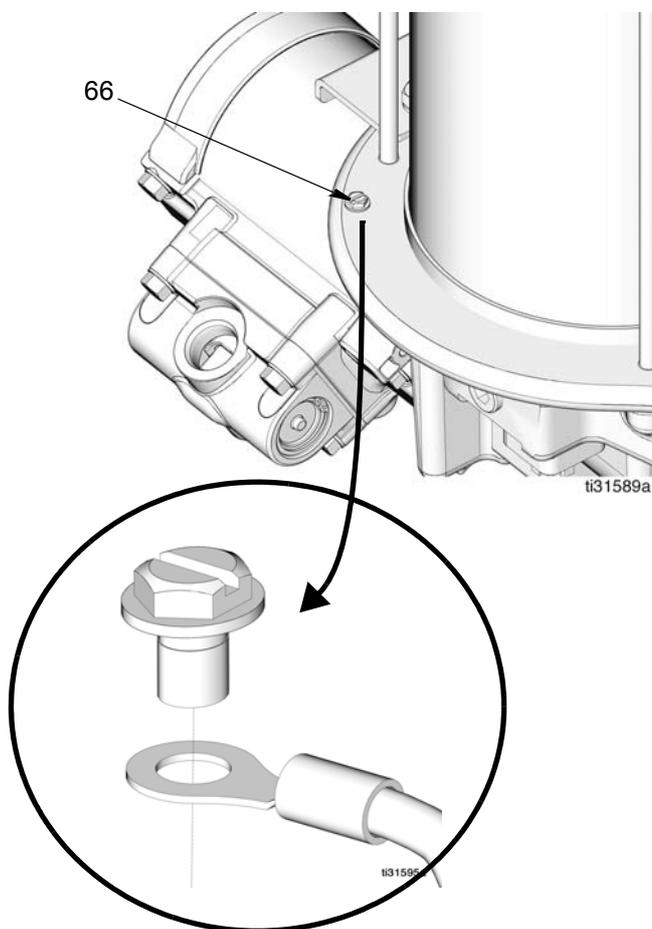

FIG. 3
Fije el cable de tierra al tornillo de conexión a tierra (66) como se muestra en FIG. 3.